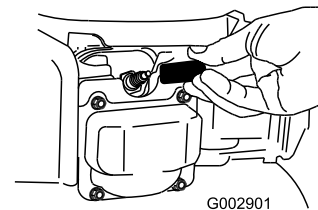

Figure 39
2. Débranchez le fil de la bougie (Figure 39).